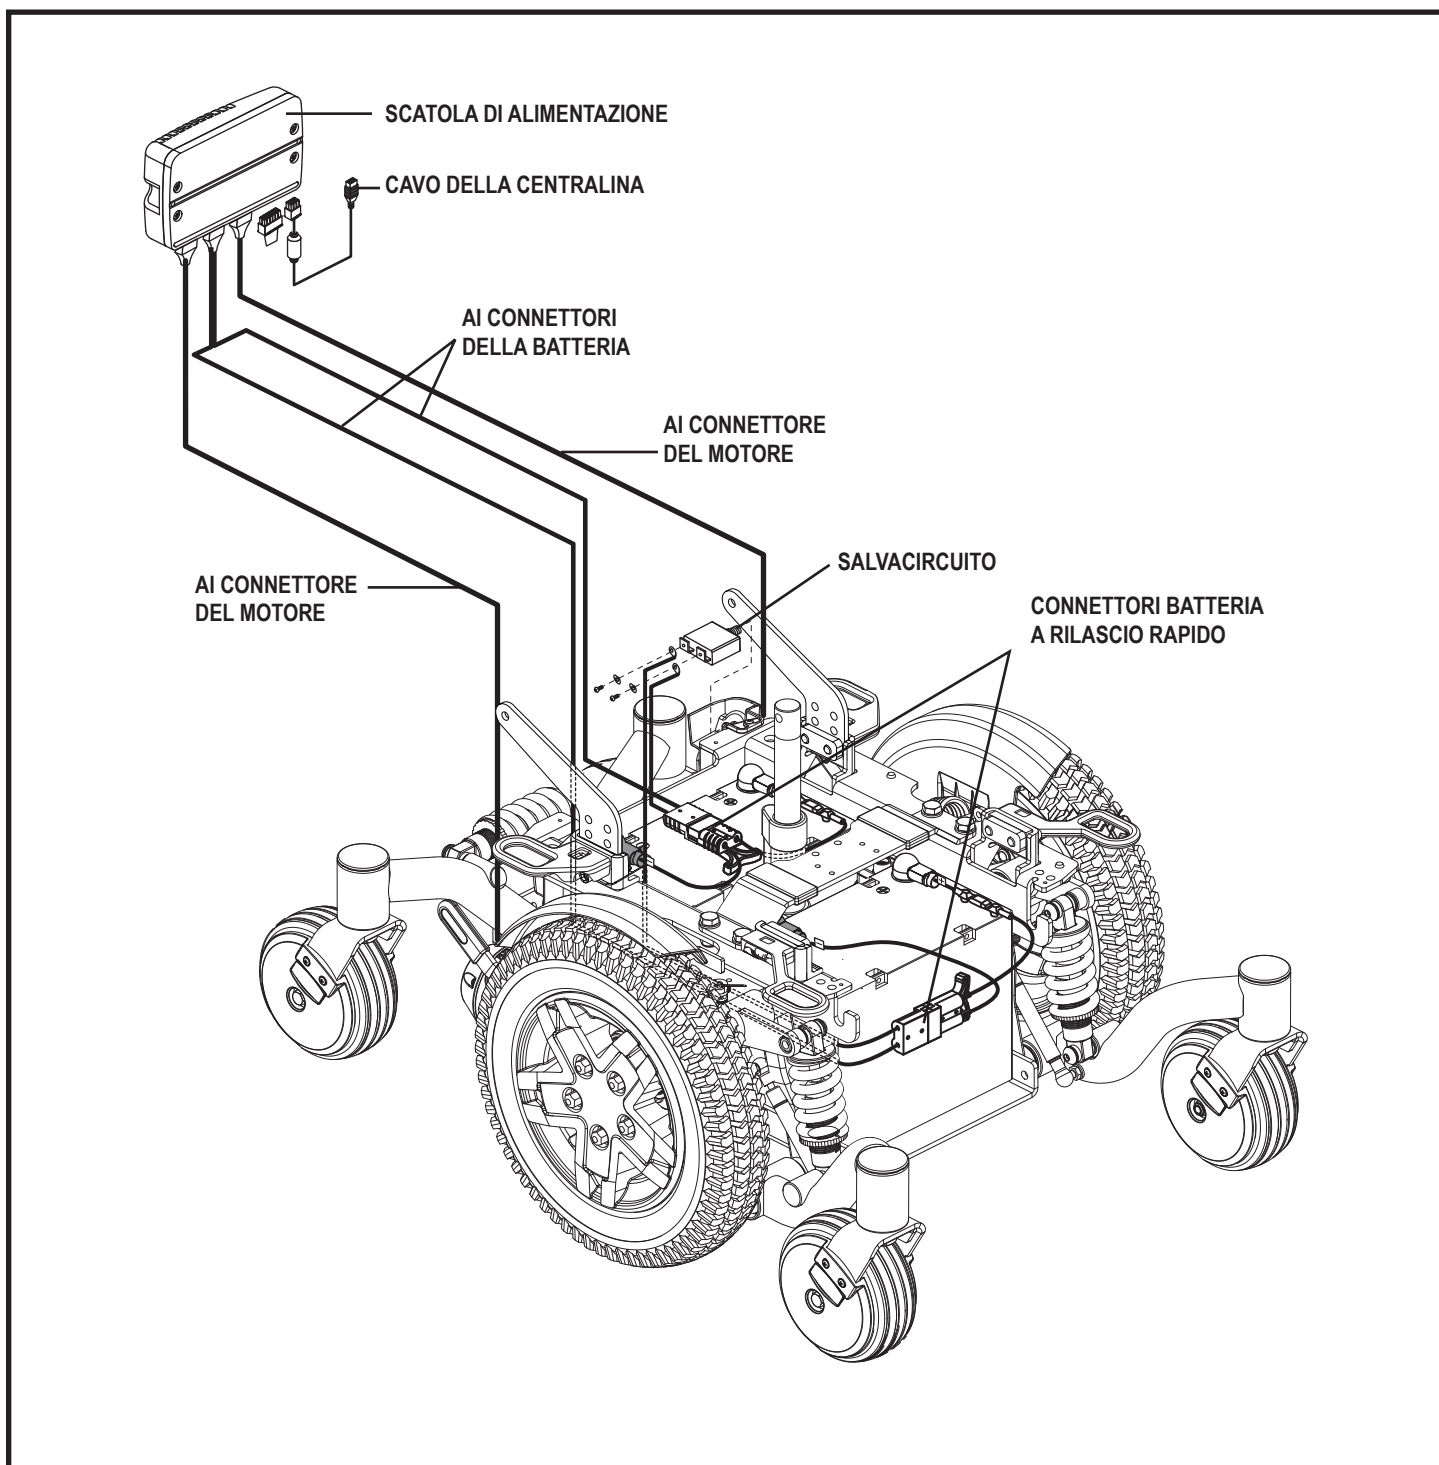

Figura 3. Componenti elettrici della Quantum Q4
Le componenti elettriche sono composte dal gruppo della centralina, dalle batterie e dai motori. Le batterie, i motori e il modulo della centralina (se fornito) si trovano sul gruppo della base elettrica. La centralina si trova sul gruppo del sedile. La connettività tra la centralina e i motori, le batterie e il caricabatteria è fornita per mezzo di uno o più strutture di cablaggio. **Vedere la figura 3.**
4. Collegare il connettore della centralina alla parte posteriore della base di alimentazione. Vedere la figura 3.